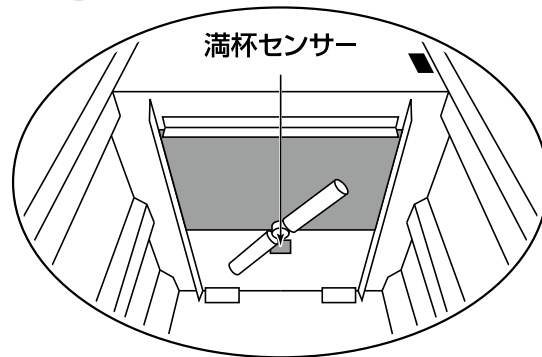

図10 満杯センサーの掃除
- 1.電源スイッチ①の下側を押して電源を切り、電源コード⑩の電源プラグを抜いてください。
- 2.満杯センサーに付着した紙粉や細かい細断紙片を柔らかい布等で取り除いてください。 図10 参照